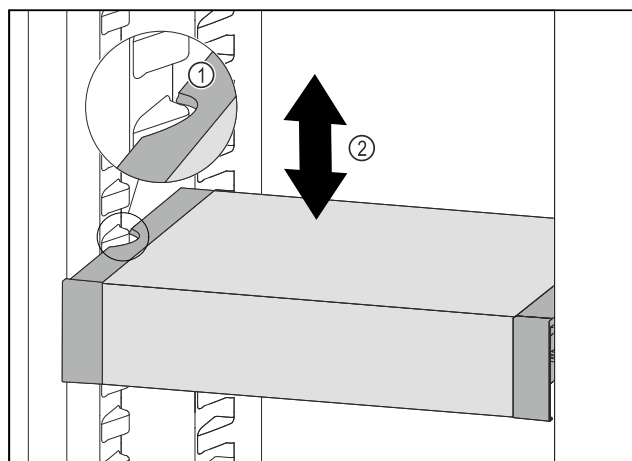

Fig. 122
- Тяните VarioSafe вперед, пока боковые выемки VarioSafe не окажутся на высоте выступа резервуара в холодильном отделении. Fig. 122 (1)
- Двигайте VarioSafe в холодильном отделении вверх или вниз, пока не будет достигнута требуемая высота. Fig. 122 (2)